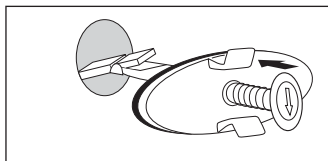

Fig. 2
- Introduisez-le dans le trop-plein. Dès que le levier de verrouillage touche la paroi arrière, il se redresse fig. 2.).